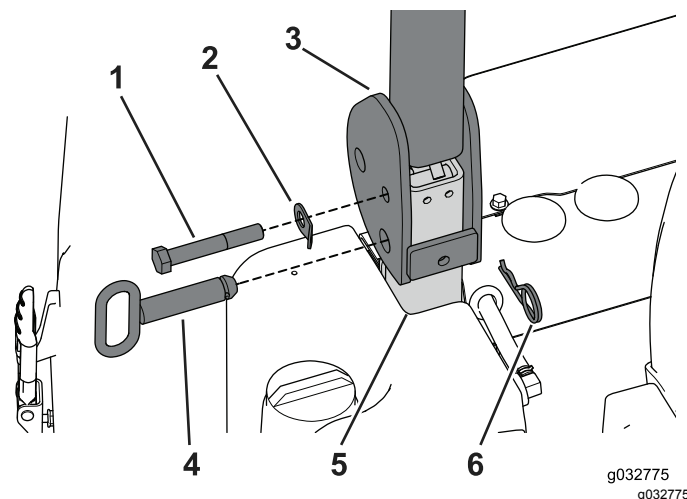

Figura 130
1. Alinee los taladros de la barra antivuelco con los taladros del tubo inferior del ROPS (Figura 130).
2. Monte el perno de pivote y la arandela del cordón en los taladros superiores de la barra antivuelco y en el tubo inferior del ROPS, y apriete el perno a mano (Figura 130).
4. Instale los pasadores de bloqueo de giro por los taladros inferiores de la barra antivuelco y el tubo inferior del ROPS, y sujete los pasadores de bloqueo con las chavetas (Figura 130).